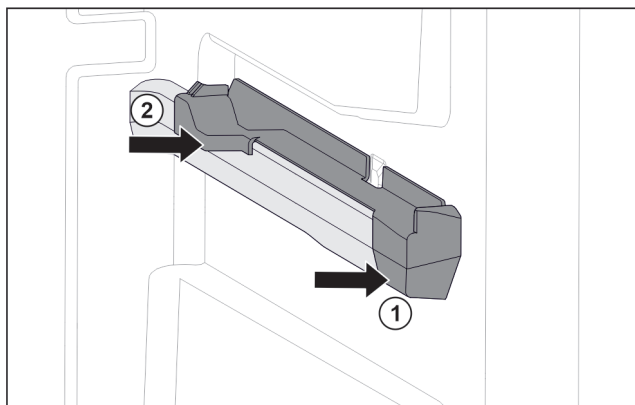

Fig. 132 Élément emboîtable sur la nervure de récipient droite
- Poser le devant de l'élément emboîtable contre la nervure de récipient. Fig. 132 (1)
- Enfoncez l'arrière de l'élément emboîtable. Fig. 132 (2)